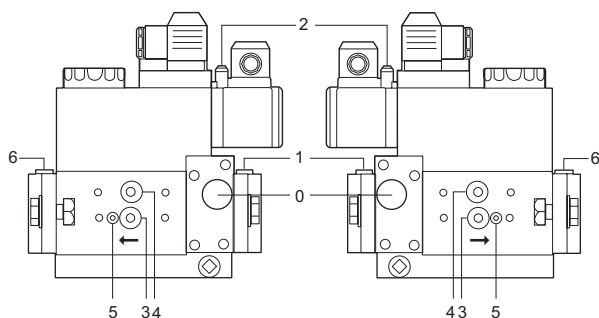
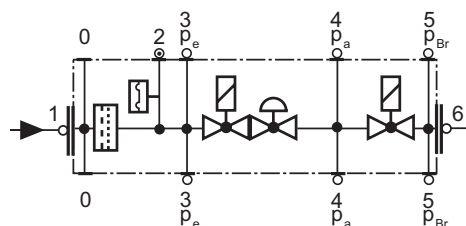

Fig. 23
Fig. 24
- Curățați și examinați cartusul filtru pentru gaz și dacă este cazul, îl înlocuiți (vezi Fig. 23).
- Schimbați filtrul dacă diferența de presiune dintre prizele 1 și 3 (Fig. 23-Fig. 24) este $\Delta p > 10$ mbar.
- Schimbați filtrul dacă diferența de presiune dintre prizele 1 și 3 (Fig. 23-Fig. 24) este de două ori mai mare comparată cu cea de la ultima verificare .